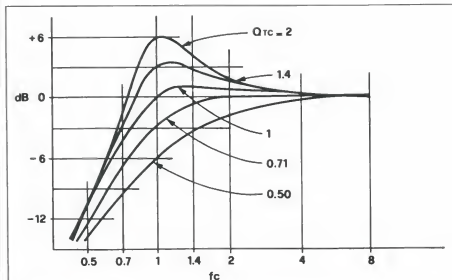

Fig. 2. Curve di risposta normalizzate alle basse frequenze per diversi valori di Q_{TC} e per un generico valore di f_c .
B) Valori di Q_{TC} inferiori a 0,71 (ad es. 0,50 in Fig. 2) comportano una certa attenuazione alle basse frequenze, ma in compenso sono caratterizzati da ottime risposte ai transistori. Si prestano a diffusori di qualità, con timbriche di particolare precisione e secchezza.
C) Valori di Q_{TC} superiori a 0,71 (ad es. 1-1,4-2 in Fig. 2) si contraddistinguono per un andamento "alto" della curva di